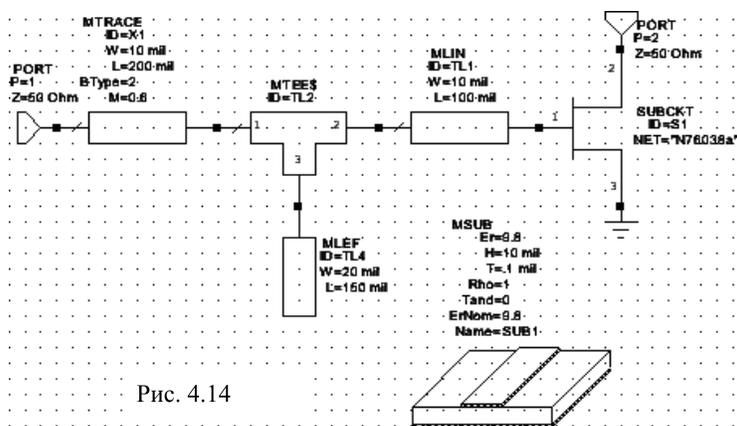

Рис. 4.14
Port на панели инструментов, переместите курсор в окно схемы, поместите порт на левом узле элемента **MTRACE**, как показано на рис. 4.14 и щёлкните левой кнопкой мышки, чтобы зафиксировать.
15. Чтобы закончить схему, щёлкните левой кнопкой мышки по значку **Ground** на панели инструментов, переместите курсор в окно схемы, поместите землю на узле **3** элемента **SUBCKT** и щёлкните левой кнопкой мышки, чтобы зафиксировать (Рис. 4.14).